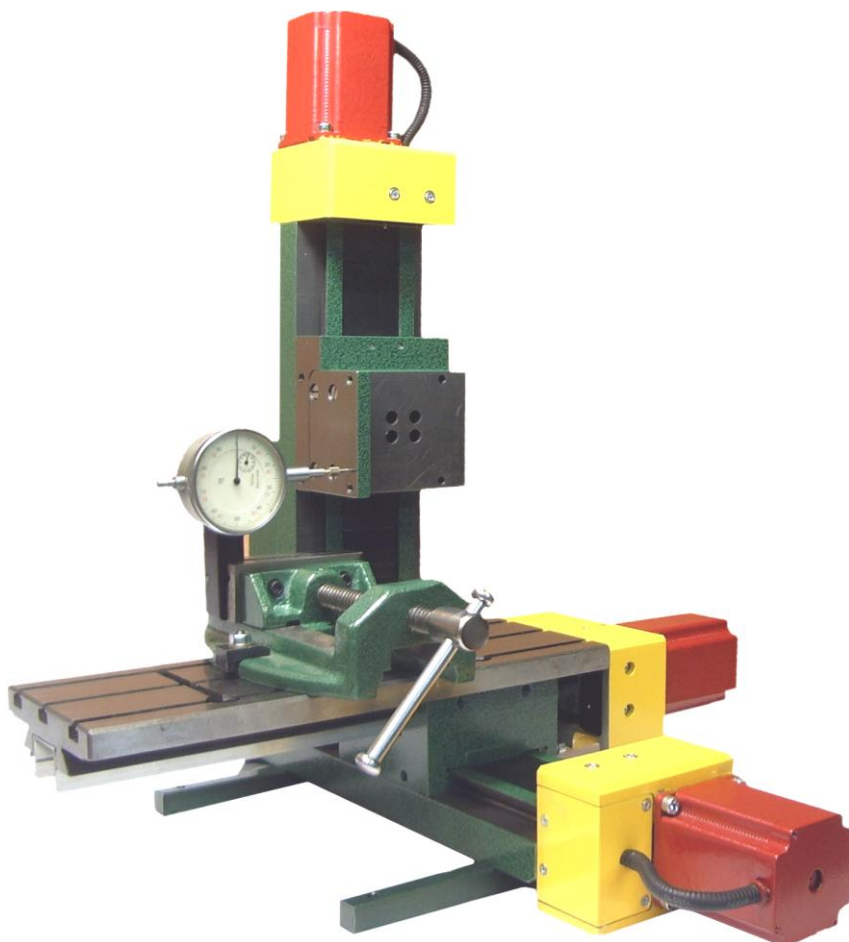

Рис. 25. Установка индикатора для измерения зазора по оси **X**.
2.5.6.1 Установить на стол станка индикатор часового типа с ценой деления 0.01мм. Для установки индикатора можно использовать различные приспособления. Рекомендуется специальный магнитный штатив. На **Рис. 25, 26, 27** показана установка индикатора для измерения зазоров по координатам соответственно **X, Y, Z**.